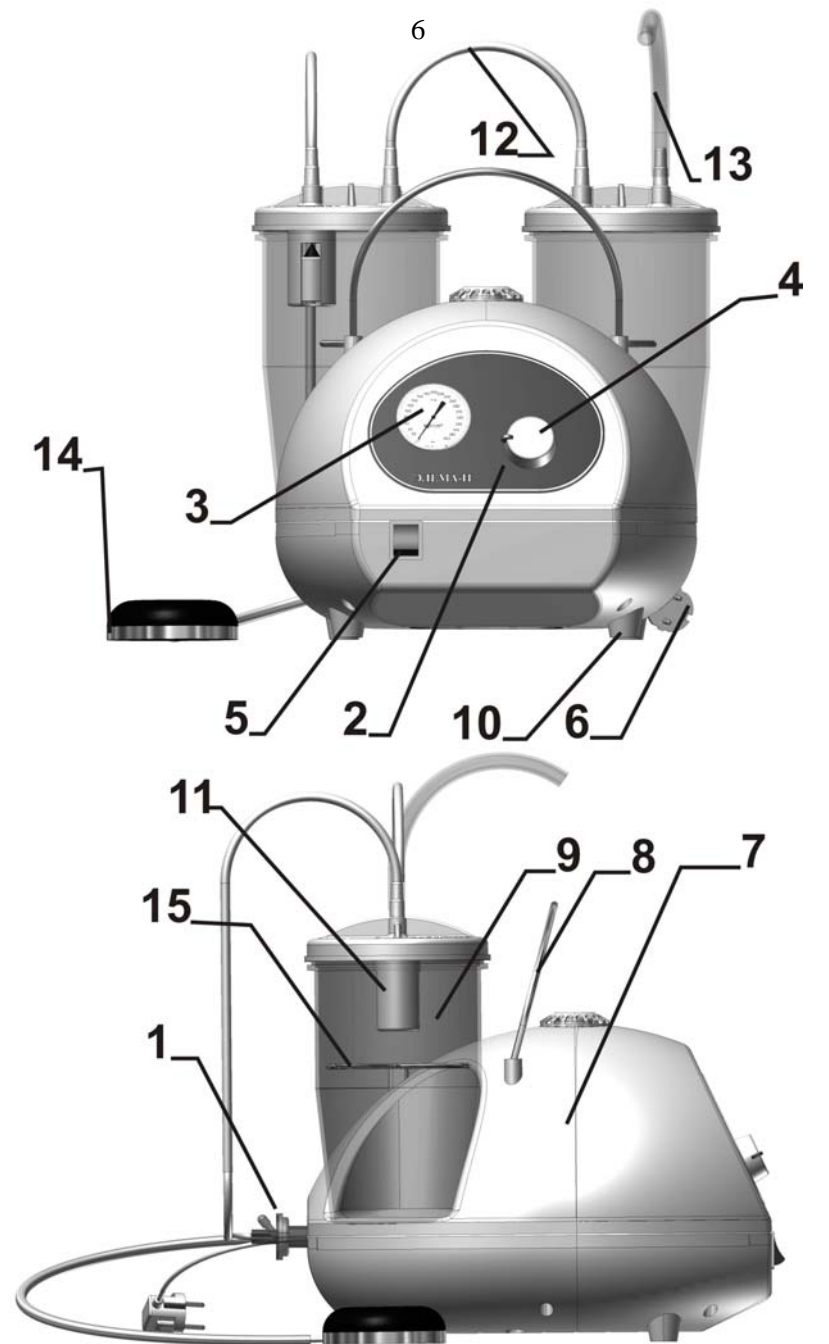

Рисунок 1
5.2 Отсасыватель состоит из следующих частей (рис.1): корпус (7) на котором расположены: ручка для переноски (8), ножки (10), фильтр бактериальный (1), шнур с сетевой вилкой (6); передней панели (2) на которой расположены: переключатель с индикатором "0I" (5), ручка регулятора вакуума (4), прибор визуального контроля за работоспособностью (3); держателя (скобы) для банок (15); банок аспирационных Элема-Н БП2500 (9) с крышками герметизирующими (одна- с защитным поплавковым устройством) (11); шлангов соединительных (12), шланга отсасывающего (13), педали пусковой (14).